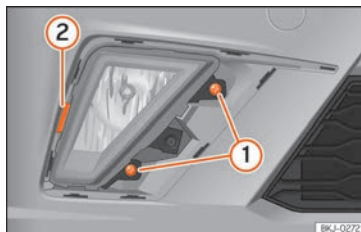

Abb. 59 Nebelscheinwerfer: Lampenhalter ausbauen
- Entfernen Sie die beiden Schrauben » **Abb. 59** **1** und lösen Sie den Klipp **2** mit einer Hebelbewegung heraus, um den Nebelscheinwerfer herauszunehmen.